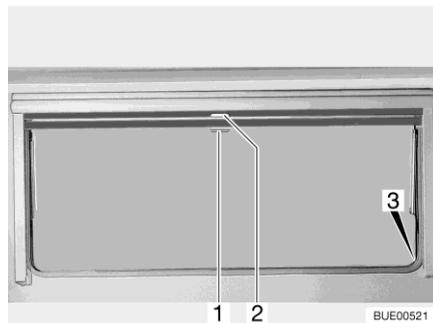

Fig. 104 Fenêtre projetante
- Tirer le store occultant vers le bas en le maintenant par la poignée (Fig. 104,2). Lorsque le store occultant est complètement fermé, l'accrocher des deux côtés du cadre de la fenêtre dans le dispositif de blocage (Fig. 104,3).
- Lorsque le store occultant est complètement fermé : Appuyer sur la poignée (Fig. 104,2) vers le bas tout en la tirant légèrement vers l'intérieur. Décrocher à droite et à gauche le store occultant du dispositif de blocage du cadre de la fenêtre.
- Si le store occultant se trouve dans une position intermédiaire : Tirer la poignée (Fig. 104,2) vers le bas jusqu'à ce que le dispositif de blocage se débloque.
- Tirer la moustiquaire par la poignée (Fig. 104,1) vers le bas et l'accrocher des deux côtés sur le cadre de la fenêtre dans le dispositif de blocage (Fig. 104,3).
- Appuyer sur la poignée (Fig. 104,1) vers le bas tout en la tirant légèrement vers l'intérieur. Décrocher à droite et à gauche la moustiquaire des dispositifs de blocage du cadre de la fenêtre.